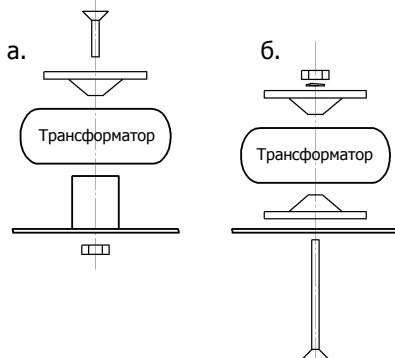
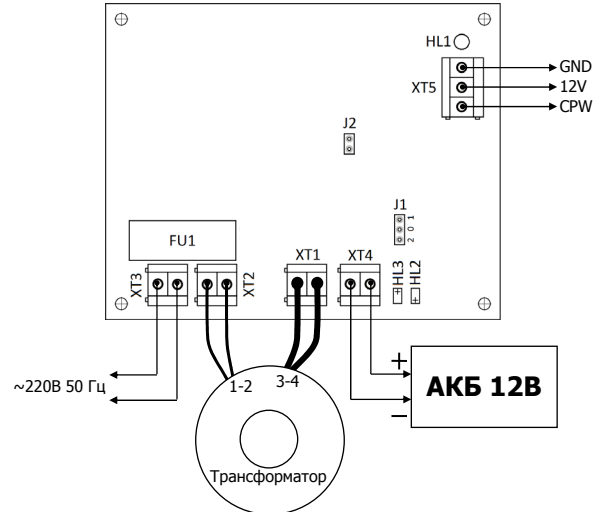

Рис. 2. Варианты крепежа трансформатора
Рис.1 Схема подключения «БРП 12В 1,5А»
1. Подключите трансформатор к разъемам ХТ1 и ХТ2, как показано на рис.1. При использовании корпуса «Контакт» (рис.2а) установите трансформатор на специальный шпindel и зафиксируйте его специальной пластиковой шайбой используя винт М4х20 и гайку М4 (идут в комплекте). Плату блока питания установите в посадочное место над трансформатором. Если используется металлический корпус (рис.2б), зафиксируйте трансформатор пластиковыми шайбами с двух сторон через отверстие в корпусе с помощью винта М4х60, шайбы Гровера D4 и гайки М4 (идут в комплекте).